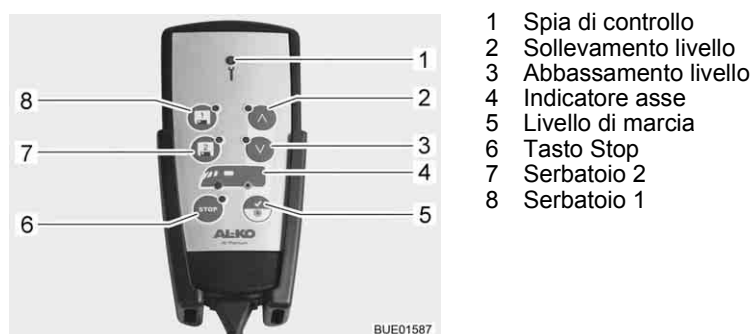

Fig. 10 Telecomando (sospensione pneumatica)
- Avviare l'accensione. La spia di controllo (Fig. 10,1) si accende brevemente. Se il LED per l'asse posteriore (Fig. 10,4) si accende, il veicolo ha raggiunto il livello di marcia.